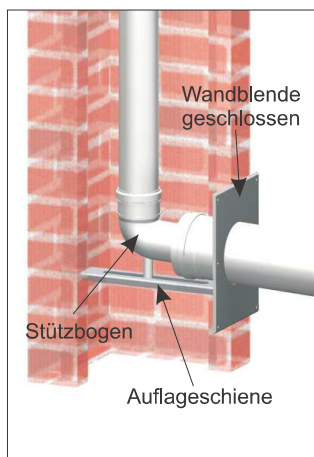

Bild 1
1. Öffnen Sie an der Anschlussstelle des Gerätes die Schornsteinwange und montieren Sie den Stützbogen möglichst zentrisch im Schacht (Bild 1).